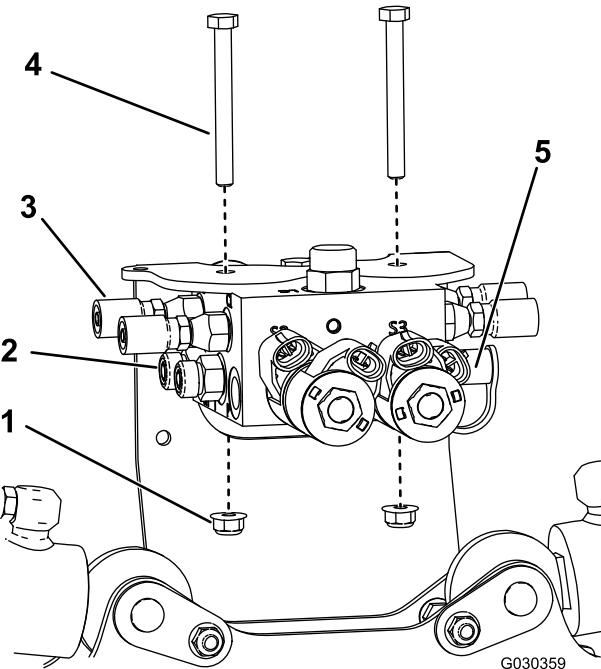

Рисунок 5
8. Установите гидравлические штуцеры в отверстия с C1 по C4 в новом блоке гидравлического коллектора (Рисунок 5).
9. Установите два гидравлических соединителя и соединительный патрубок манометра в новый блок гидравлического коллектора (Рисунок 5).
10. Установите новый блок гидравлического коллектора на монтажный кронштейн клапана с помощью двух болтов (5/16 x 3 дюйма) и двух контргаек (5/16 дюйма), демонтированных ранее (Рисунок 5).